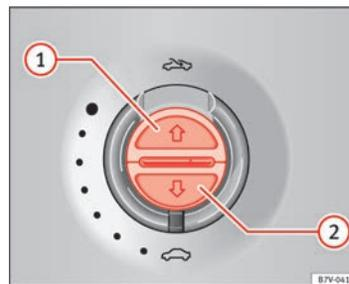

Fig. 59 Dans le ciel de pavillon : touches du store.
Ouvrir entièrement (automatiquement) :	Appuyez brièvement sur la touche ⇒ fig. 59 ①.
Interrompre le fonctionnement automatique :	Appuyez sur la touche ⇒ fig. 59 ① ou ⇒ fig. 59 ②.
Régler la position intermédiaire :	Maintenez enfoncée la touche ⇒ fig. 59 ① ou ⇒ fig. 59 ② jusqu'à parvenir à la position.
Fermer entièrement (automatiquement) :	Appuyez brièvement sur la touche ⇒ fig. 59 ②.
- *Store* : dans les 5 secondes qui suivent le déclenchement du dispositif anti-pincement, appuyez sur la touche ⇒ fig. 59 jusqu'à ce que le store se ferme complètement.